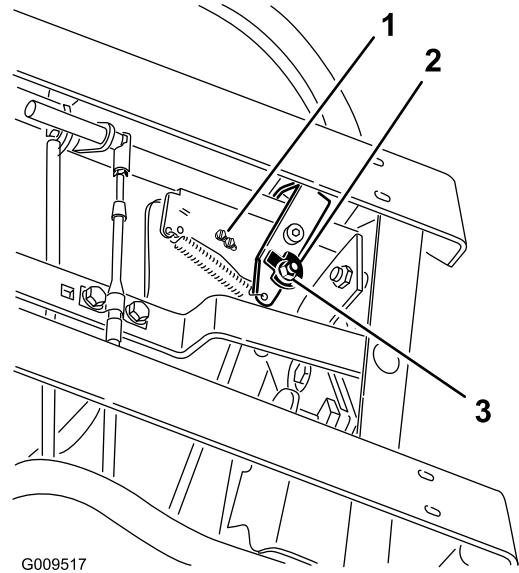

Figura 69
7. Afloje la tuerca y el perno que sujetan la leva (Figura 69).
11. Si es necesario, afloje los tornillos que sujetan el interruptor, y ajuste el interruptor (Figura 69 and Figura 70).